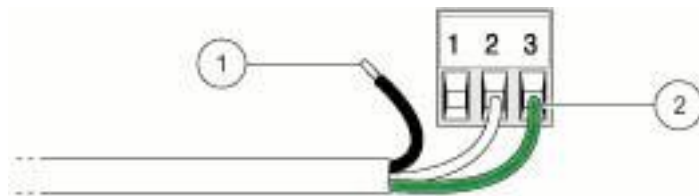

图 11 接线的准备和插入
5. 剥掉电缆末端的绝缘材料 1 英寸。每根线末端剥掉 1/4 英寸（第 19 页的图 11）。